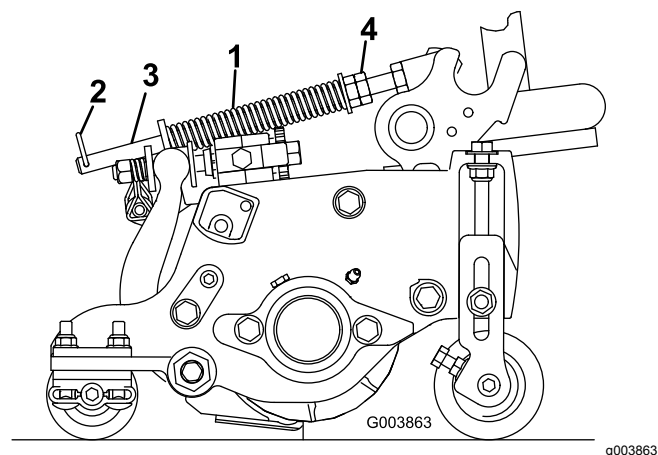

Figure 19
1. Vérifiez que la goupille fendue est insérée dans le trou de la tige de ressort (Figure 19).
2. Serrez les écrous hexagonaux à l'extrémité avant de la tige de ressort jusqu'à ce que la longueur du ressort comprimé soit égale à 16 cm ; voir Figure 19.